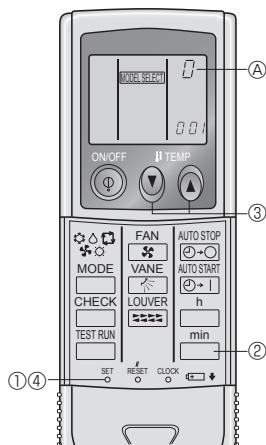

Fig. 6-4
4) Приписывание пульта дистанционного управления отдельным приборам (Fig. 6-4)